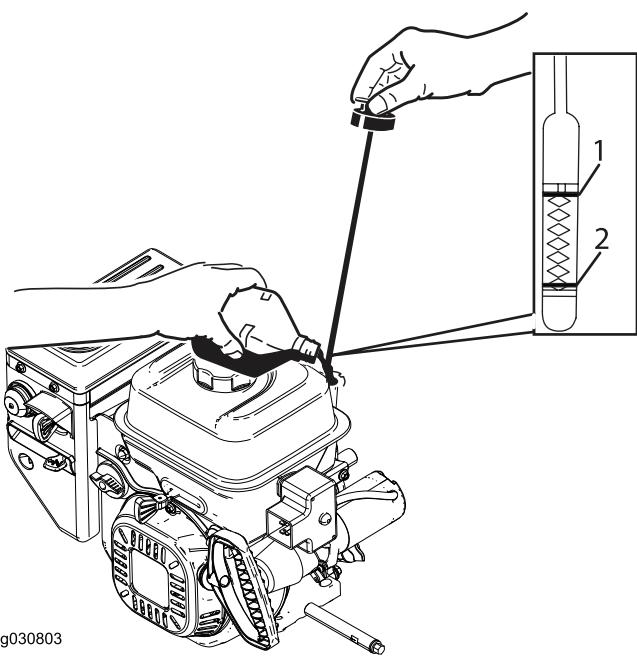

Bild 41
2. Nehmen Sie den Peilstab heraus und prüfen Sie den Ölstand (Bild 41). Füllen Sie Öl nach, wenn der Ölstand unter Auffüll-Marke am Peilstab steht. Siehe (Seite).